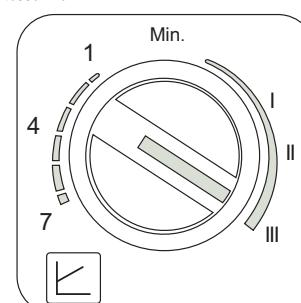

fig. 18
- Réglage Vitesse fixe (fig. 18)